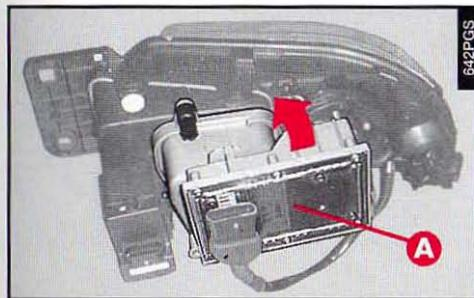

fig. 37
– Sur les versions avec projecteur à décharge de gaz, pour pouvoir accéder au porte-lampe du feu de route, tourner vers le haut et sortir la centrale d'allumage feu de croisement (**A-fig. 37**) sans débrancher le connecteur électrique.
– Sur les versions avec projecteur à décharge de gaz, introduire la centrale d'allumage feu de croisement (**A-fig. 37**) et la bloquer en la tournant vers le bas.